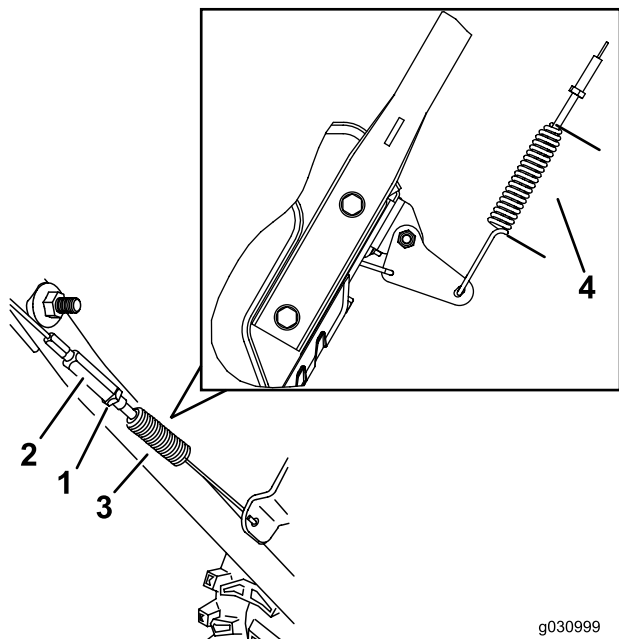

Figura 36
4. Serrate il controdado (Figura 36), assicurandovi che vi sia una leggera tensione del cavo.